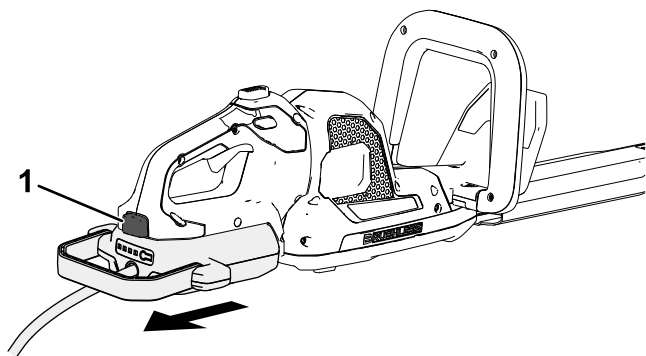

Figura 6
1. Prima o botão de fecho na ferramenta e remova o conector da bateria da ferramenta (Figura 6).